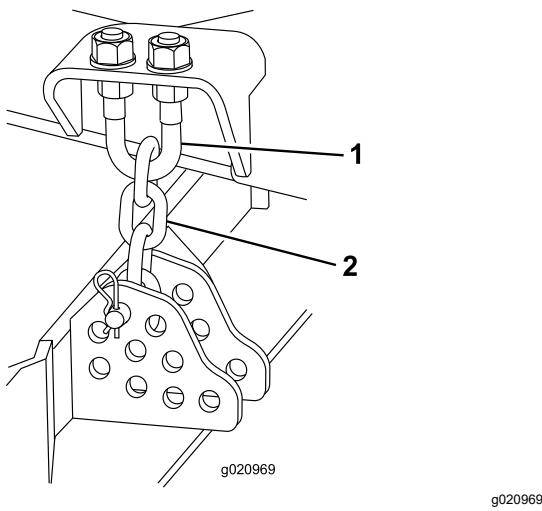

Figura 123
1. Afloje las contratuerca de la parte superior o inferior del perno en U de la cadena de altura de corte (Figura 123).